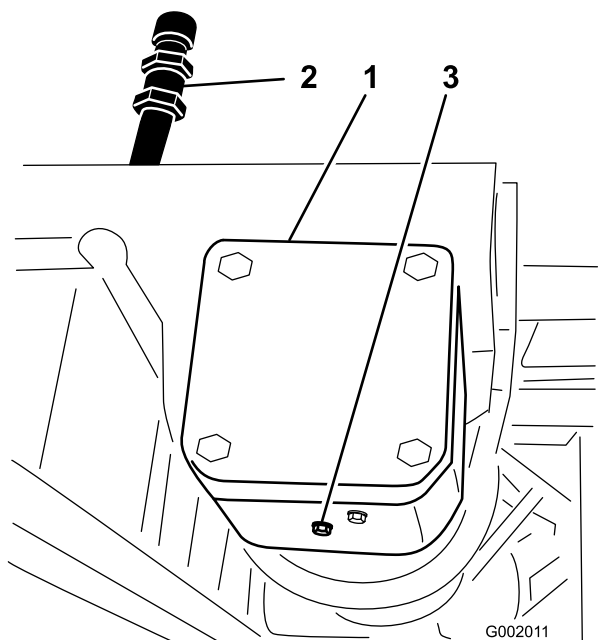

Bild 67
2. Stellen Sie eine Wanne unter die Ablassschraube am Pumpenantriebsgetriebekasten (Bild 67).
3. Nehmen Sie die Einfüll- und Ablassschraube (Bild 67) ab, damit das Öl in die Wanne ablaufen kann.